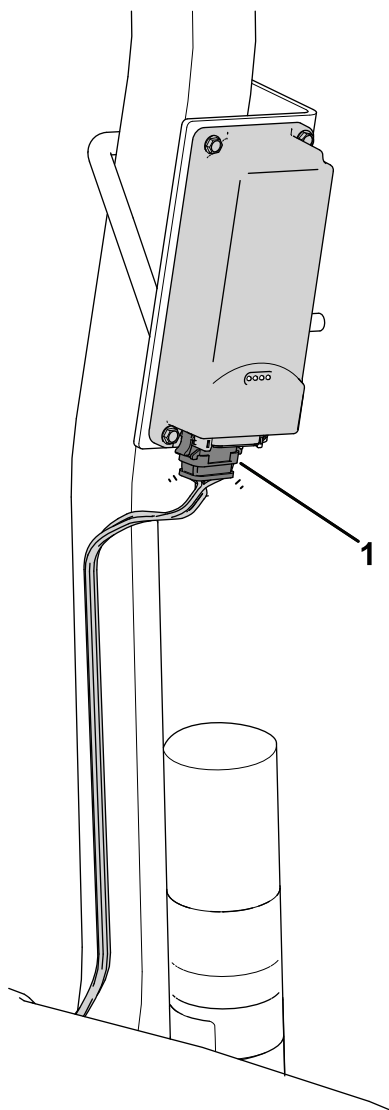

Figure 8
3. Branchez le connecteur étiqueté P02 du faisceau de câblage du dispositif télématique sur le dispositif télématique (Figure 8).